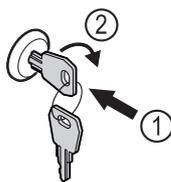

Fig. 170 Représentation à titre d'exemple
- ▶ Insérer la clé Fig. 170 (1).
- ▶ Tourner la clé à 90° dans le sens horaire Fig. 170 (2).